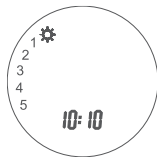

Рисунок 8. Установка времени начала периода
Для входа в режим программирования периодов и температуры нажмите и удерживаете в течение 5 сек. символ меню ⌚ (8). На дисплее терморегулятора отобразится индикация времени и дней недели (рис. 8).